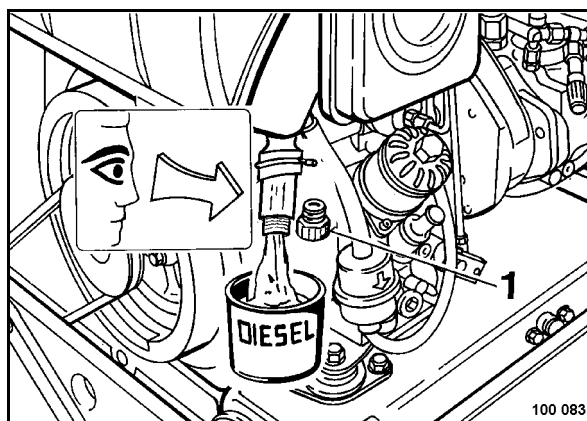

Рис. 89
- Вывинтить резьбовую пробку сливного отверстия (1) (Рис. 89) и уловить воду с топливом.